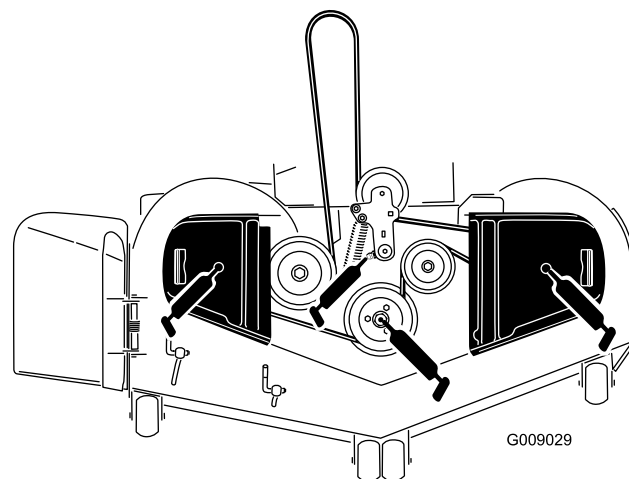

Figure 48
3. Graissez le pivot de la poulie de tension du plateau de coupe jusqu'à ce que la graisse ressorte par le bas (Figure 48).
4. Si la machine est équipée d'axes graissables, graissez les roulements des 3 axes jusqu'à ce que la graisse ressorte par les joints inférieurs (Figure 48).